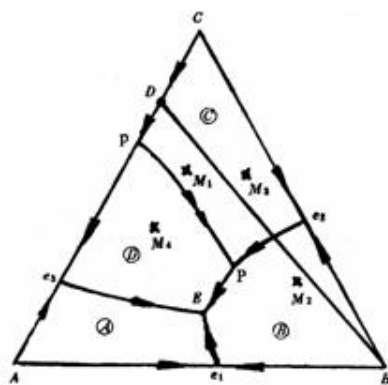

图6-13
6-25 根据图6-13三元系统相图：(1) 判断无变量点E、P的性质，并写出相平衡关系式；(2) 分析熔体 M_1 、 M_2 和 M_3 的冷却析晶过程，并总结判断结晶产物和结晶结束点的规则；(3) 加热组成为 M_4 的混合物，将于什么温度出现液相？在该温度下出现的最大液相量是多少？在什么温度下完全熔融？写出其加热过程相平衡表达式。